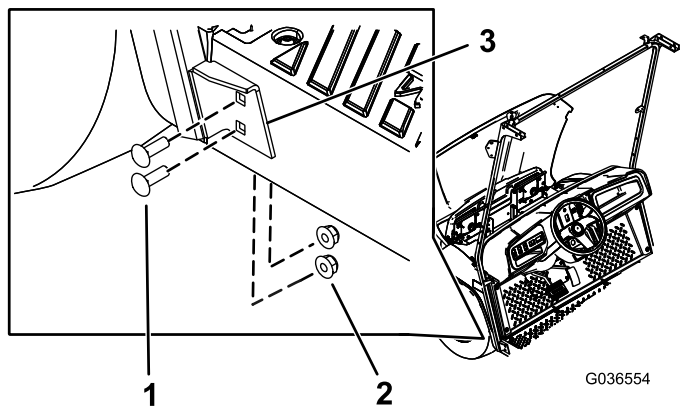

Figura 32
4. Fixai la nivelul mainii suportul inferior al suporturilor din partea stângă și din partea dreaptă a parbrizului utilizând 4 uruburi de fixare (5/16 x 1") și 4 piulițe cu guler (5/16"), în orificiile pe care le-ai realizat la pasul 1 (Figura 32).